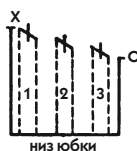

Рис. 263
3. Разрежьте пронумерованные полосы. Разложите их на другом листе бумаги, ориентируясь на горизонтальную линию низа юбки. Раздвиньте их одну от другой, чтобы получить необходимую ширину сборки (рис. 263).
- Укажите четко середину каждой полосы маленькой вертикальной черточкой и сделайте на внешних линиях высоты и ширины соответствующих полос засечки X и O (см. рис. 263). Ширина увеличится почти вдвое.